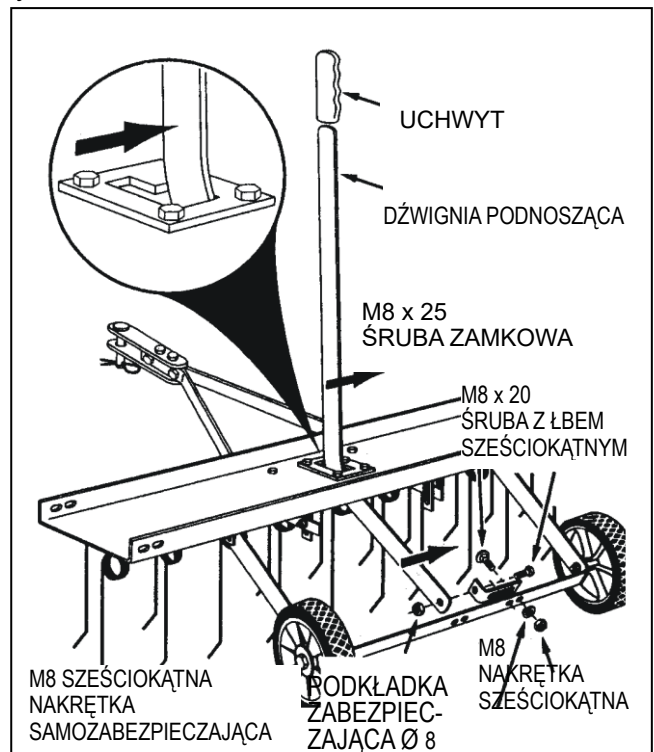

RYS. 8
14. Przeciągnij druty wyrównujące w przednim i tylnym rzędzie szpikulców między ramionami zaczepu i osłoną szpikulców. Zabezpiecz druty, zaginając je na obu końcach. Patrz rys. 8.